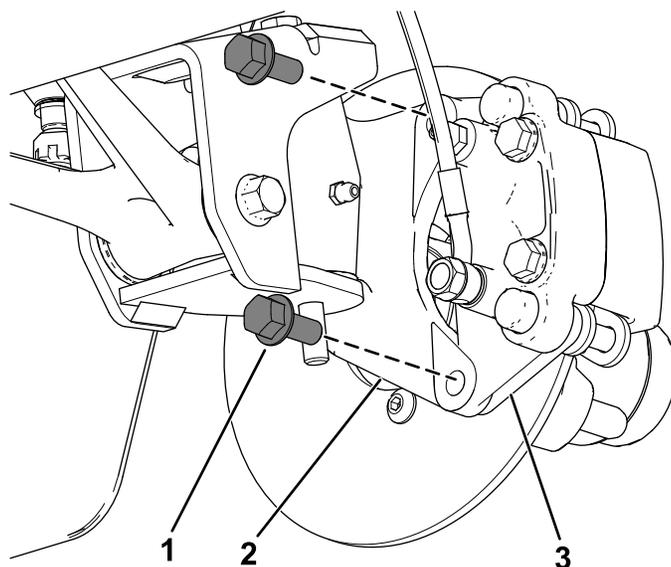
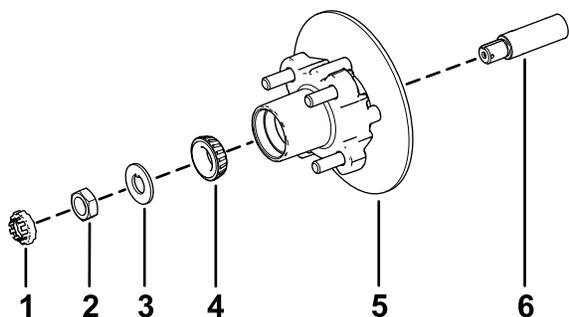

図 38
図 42
3. ブレーキアセンブリ用のブラケットをスピンドルに固定しているフランジヘッドボルト $\frac{3}{8}$ " x $\frac{3}{4}$ "を外してスピンドルからブレーキを取り外す 図 38。
1. スピンドルに所定のグリスを薄く塗る 図 42。
2. ハブとロータをスピンドルに取り付ける。ロータを内側にあること 図 42。
3. スピンドルに外側ベアリングを取り付けてレースにはめる 図 42。
4. スピンドルにタブワッシャを取り付ける 図 42。
5. スピンドルにスピンドルナットを取り付け、ハブを回してベアリングを着座させながらナットを 15 N·m 1.52 kg·m = 11 ft·lb に締めつける 図 42。
2. ブレーキパッドをロータのそれぞれの側に合わせ 図 38、キャリアブラケットの穴と、スピンドルフレームのブレーキ取り付け部の穴を整列させる 図 42。
3. キャリパブラケットをスピンドルフレームに固定する 図 38 フランジヘッドボルト $\frac{3}{8}$ " x $\frac{3}{4}$ " 2本を使用する。